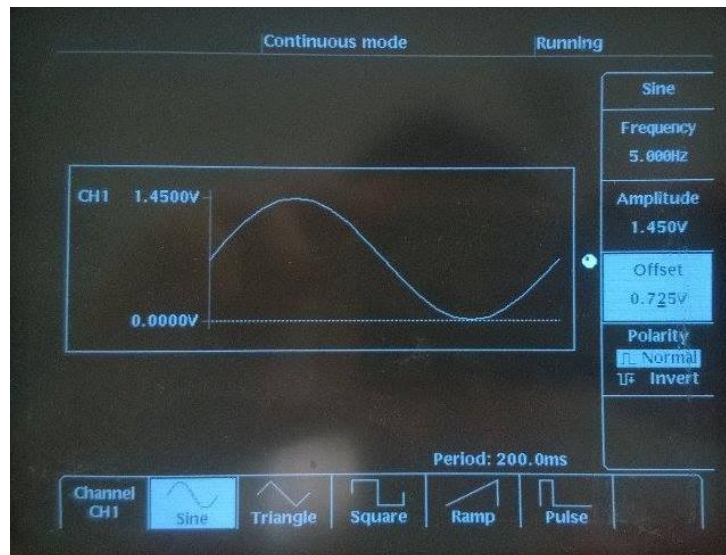
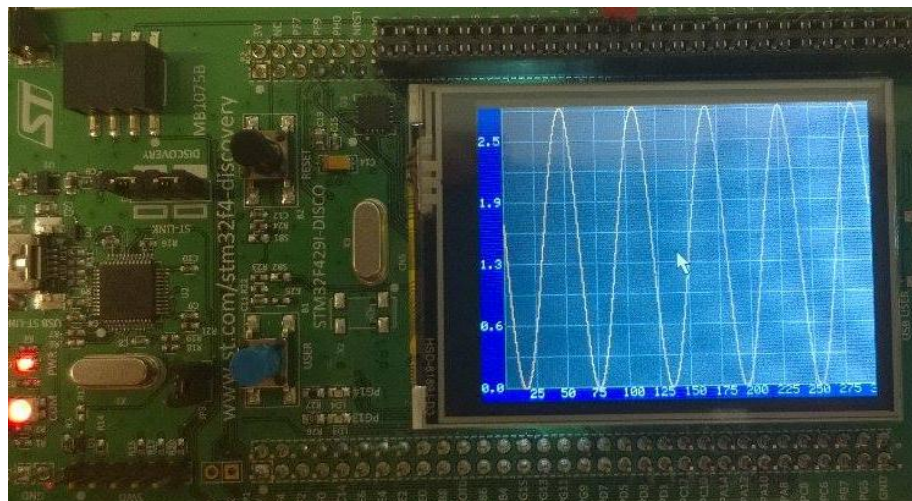

Figura 47: Generatore di funzioni
Figura 48: Seno di ampiezza 2.9V con frequenza di 5Hz
- **Caso 2:** il generatore di funzioni è stato impostato in modo da generare una funzione seno con 5 Hz di frequenza, ampiezza 1.450V ed offset 0.725V supponendo una linea a 50Ω (Figura 47 e Figura 48). Si noti anche la correttezza della scala e la presenza del puntatore opportunamente configurato per future applicazioni.